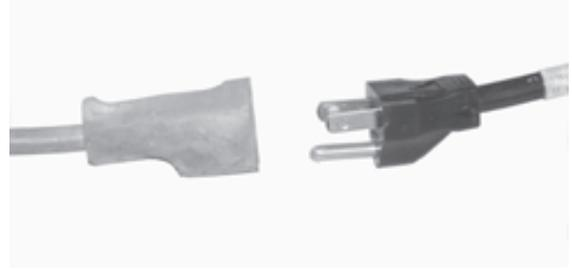

Abbildung 11.
1. Siehe Abbildung 11. Trennen Sie die Stromquelle.